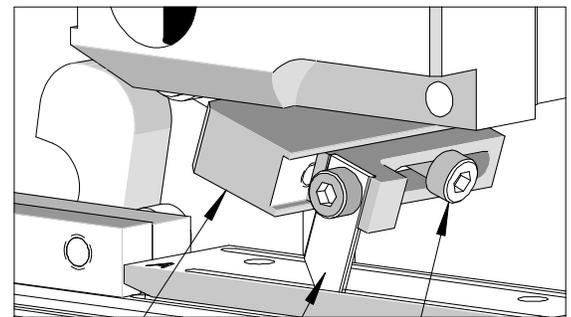

Figura 2-11
3. Usando una llave hexagonal de 2.5 mm, afloje los M3 SHCS ubicados en el soporte del dedo alimentador. Mientras sujeta levemente hacia abajo la palanca del dedo alimentador, deslice el dedo alimentador hasta la posición deseada. Véase la figura 2-11.